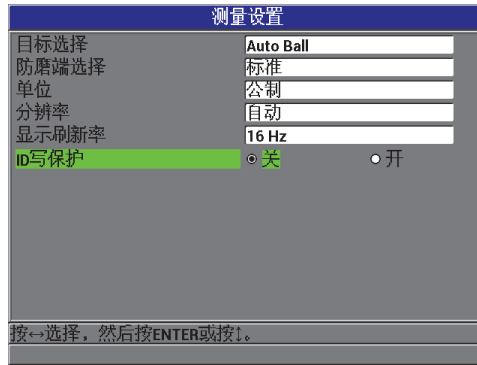

图 6-1 测量设置屏幕
1. 在仪器显示测量屏幕时，按 [**设置菜单**] 键，然后选择**测量**，显示**测量设置**屏幕（参见第 94 页的图 6-1）。